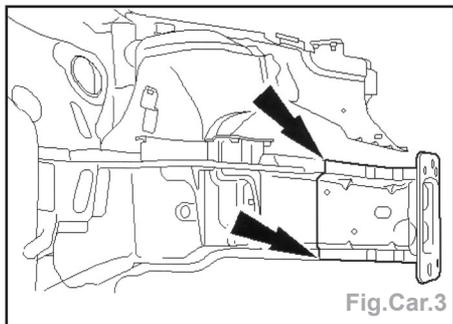

Fig.Car.3
- Découper le longeron intérieur (flèches) (Fig.Car.3).